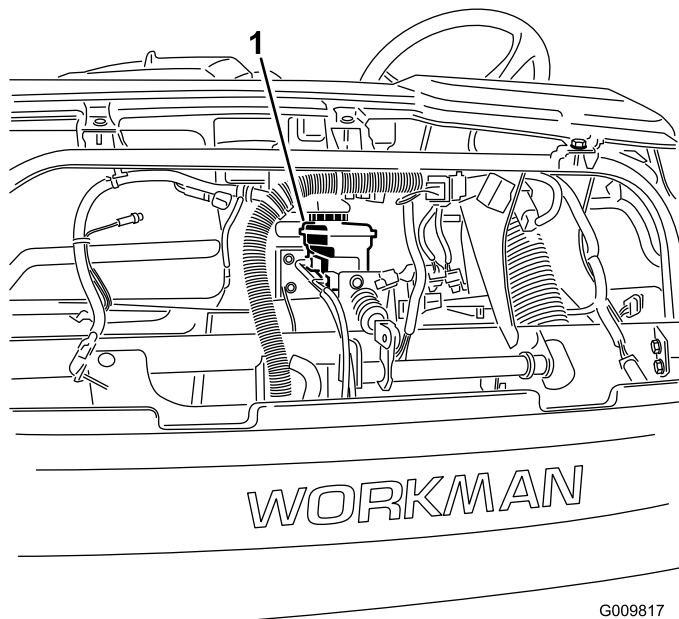
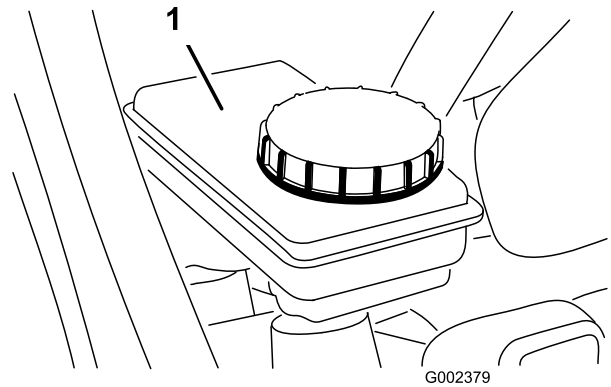

Bild 26
Bild 27
3. Prüfen Sie den Bremsflüssigkeitsstand im Behälter (Bild 26 und Bild 27).
- A. Reinigen Sie den Bereich um den Behälterdeckel (Bild 27).
- B. Nehmen Sie den Behälterdeckel ab (Bild 27).
- C. Füllen Sie Bremsflüssigkeit der angegebenen Sorte bis zur Voll-Markierung am Behälter ein (Bild 27).
- D. Schrauben Sie den Deckel auf (Bild 27).